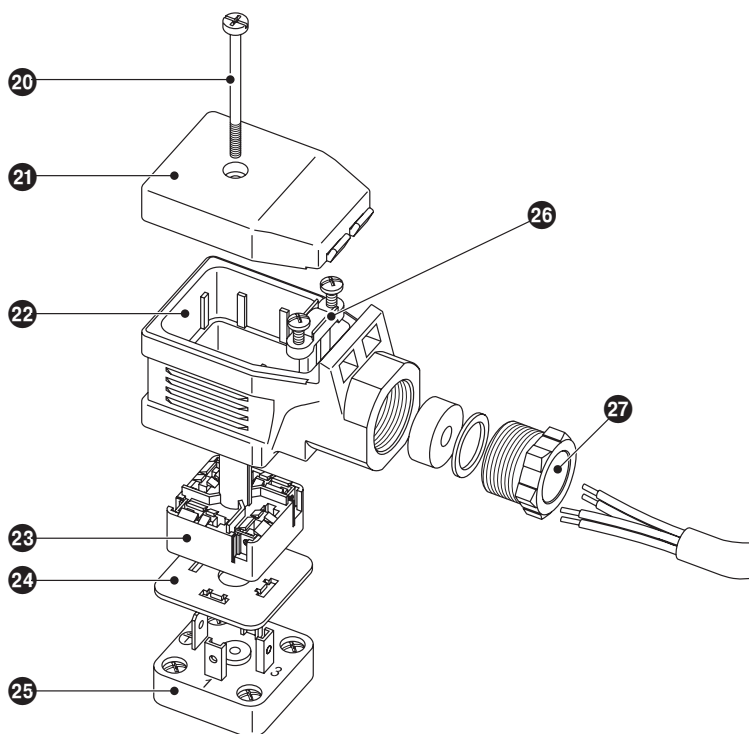

Fig. 7
1. Schraube 20 lösen. **Fig. 7**
1. Schraube **20** lösen. **Fig. 7**